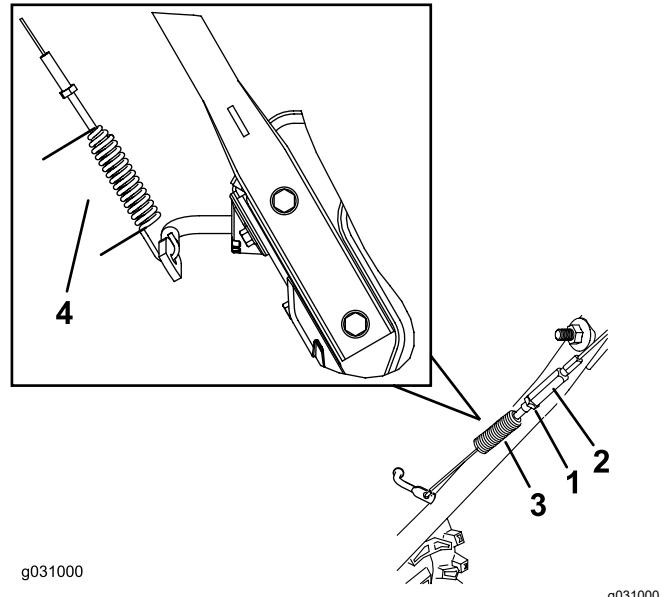

Figure 31
1. Desserrez l'écrou de blocage (Figure 31).
3. Desserrez ou serrez le tendeur pour régler la longueur du ressort à 6,6 cm (2-3/5 po), comme montré à la Figure 31.
4. Serrez l'écrou de blocage (Figure 31) en vérifiant que le câble est légèrement tendu.